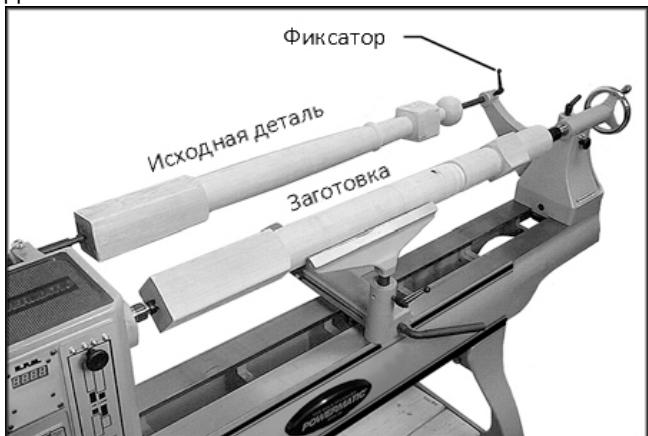

Рис. 30 (С опционным удлинением станины)
- Установите неподвижный центр копира в кронштейн копира и затяните рукоятку. См. Рис. 30.
5. Установите исходную деталь между центрами копира, как показано на Рис. 30.